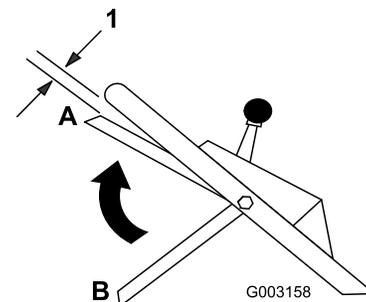

Figure 16
9. Relevez la barre de commande pour l'amener à environ 2,5 cm (1 po) du guidon (voir position A à la Figure 16).